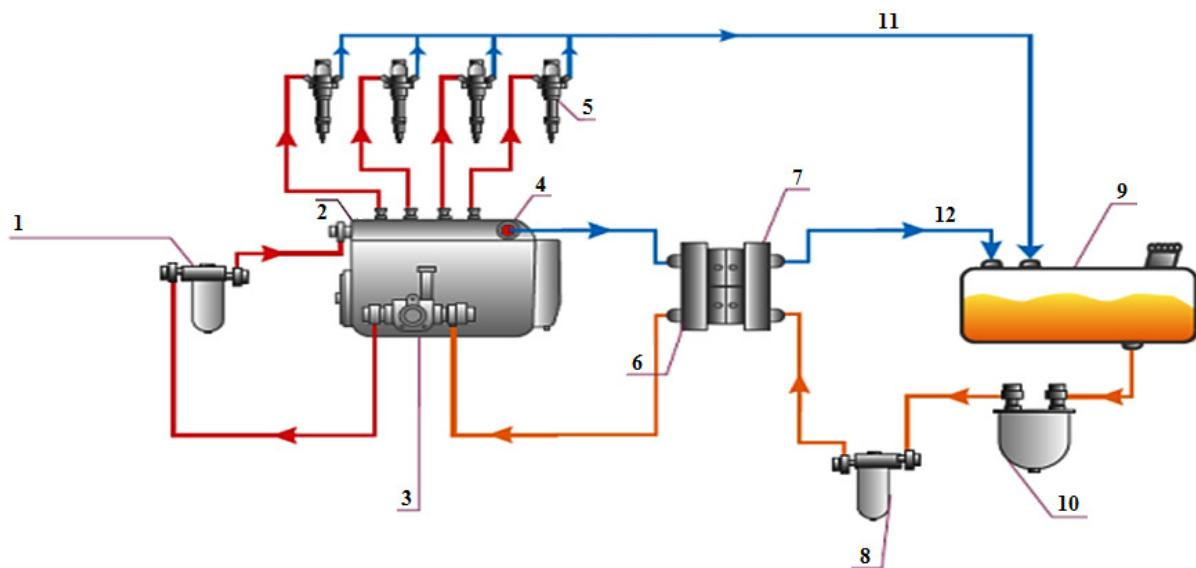

Рис.9 Установка подающей камеры на разрежение
- 2) Установка подающей камеры производится в топливную магистраль до ТНД **(на разрежение)**. В данном случае **обязательна установка дополнительного ФТО** (см. рисунок 9).